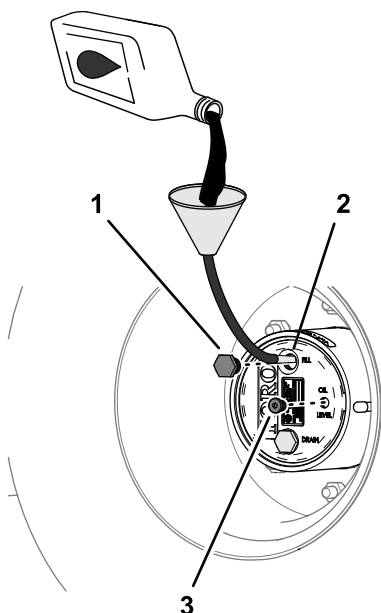

Bild 95
4. Wenn der Ölstand niedrig ist, entfernen Sie die Füllschraube und füllen Sie Öl der angegebenen Sorte ein, bis es aus dem Loch der Prüfschraube ausläuft (Bild 95), siehe Schmiermittelspezifikation für Planetengetriebe \(Seite 72\).
6. Setzen Sie die Füllschraube und die Prüfschraube ein (**Bild 95**).
1. Füllen Sie langsam das angegebene Getriebeöl in die Füllöffnung ein, siehe Bild 95 in Prüfen des Ölstands im Planetengetriebe \(Seite 72\).
3. Setzen Sie die Füllschraube und die Ölstandsschraube ein, siehe Bild 95 in Prüfen des Ölstands im Planetengetriebe \(Seite 72\).